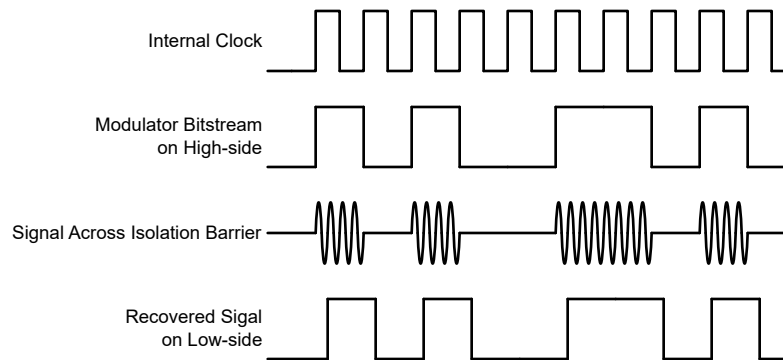

図 7-1. OOK ベースの変調方式
図 7-1 に示されているように、AMC0x11D-Q1 は、オン / オフ キーイング (OOK) 変調方式を使用して、変調器の出力ビットストリームを、 SiO_2 ベースの絶縁膜間で伝送します。送信ドライバ (TX) を 機能ブロック図 示します。TX は、内部で生成された高周波キャリアを絶縁バリア越しに送信し、デジタル 1 を表現します。ただし、TX はデジタル 0 を表す信号を送信しません。AMC0x11D-Q1 で使用されるキャリアの公称周波数は 480MHz です。